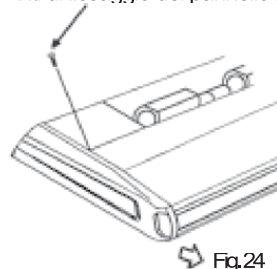

Fig.24
- Rimuovere le viti di fissaggio del pannello laterale tirare in avanti per rimuoverlo (come illustrato e secondo la freccia). (Fare riferimento alla Fig. 24).